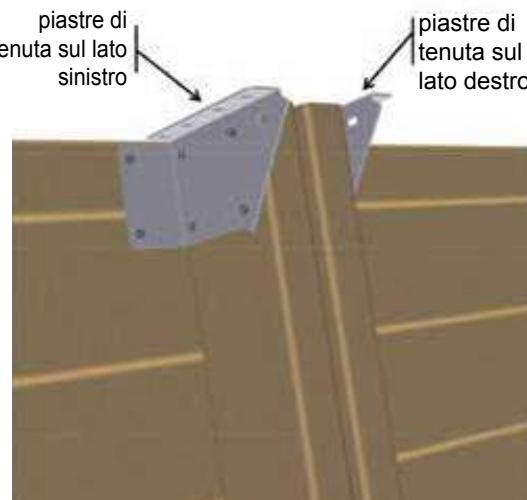

Figura 19 – Posizionamento delle piastre di tenuta nella parte superiore dei pali di fondazione
- Nella parte superiore dei pali di fondazione, posizionare otto piastre di tenuta «lato destro» e otto piastre di tenuta «lato sinistro» del kit «Elementi di fissaggio» secondo la *Figura 19*. Utilizzare 6 viti torx 6×20 in acciaio inox A2 (sacchetto G) per piastre di tenuta, per un totale di 96 viti,